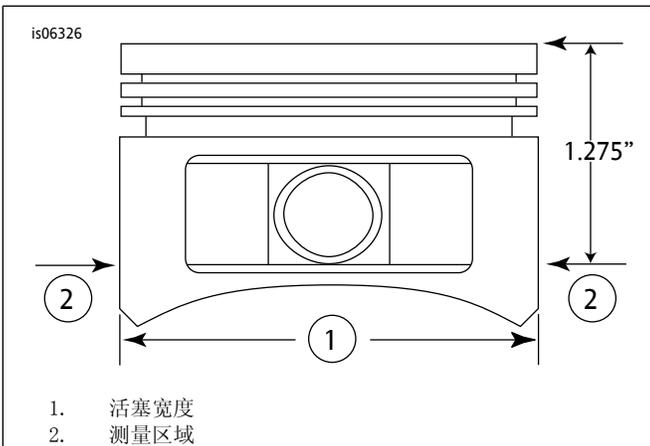

图2. 活塞测量值
5. 参见图2。测量活塞宽度(1),活塞销孔两侧水平90度方向、活塞(2)平面(顶部)向下1.275英寸处。参见表6了解此位置的活塞至汽缸配合。